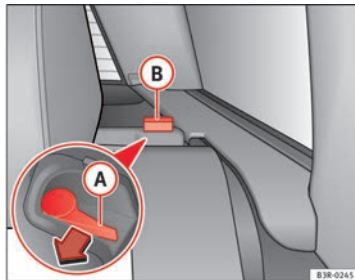

Abb. 125 Entriegelungs-
- Den Entriegelungshebel (A) ⇒ Abb. 125 in Pfeilrichtung bewegen.